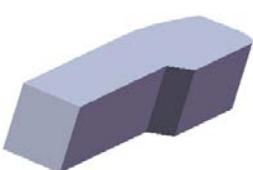
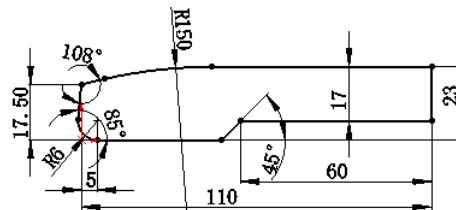

图 12.4.2 凸台一拉伸 1
图 12.4.3 横断面草图
Step2. 创建图 12.4.2 所示的零件基础特征——凸台一拉伸 1。
(1) 选择命令。选择下拉菜单 **插入(I)** → **凸台/基体(B)** → **拉伸(E)...** 命令(或单击“特征(F)”工具栏中的  按钮)。
(2) 定义特征的横断面草图。
① 定义草图基准面。选取前视基准面作为草图基准面。
② 定义横断面草图。在草图环境中绘制图 12.4.3 所示的横断面草图。
③ 选择下拉菜单 **插入(I)** → **退出草图** 命令，退出草图环境，此时系统弹出“凸台一拉伸”对话框。
(3) 定义拉伸深度属性。
① 定义深度方向。采用系统默认的深度方向。
② 定义深度类型和深度值。在“凸台一拉伸”对话框 **方向1** 区域的 **下拉列表** 中选择 **两侧对称** 选项，在 **D1** 文本框中输入深度值 19.0。
(4) 单击  按钮，完成凸台一拉伸 1 的创建。